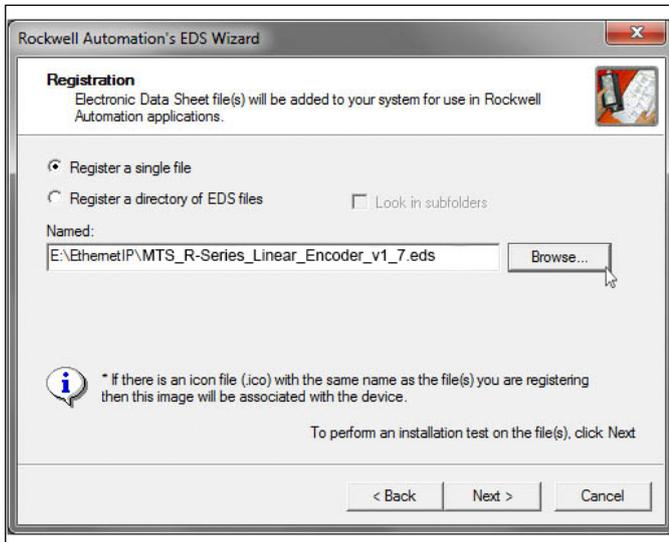

Abb. 90: Pfad der EDS-Datei eingeben
5. Klicken Sie im folgenden Fenster die Schaltfläche „Browse...“ und navigieren Sie zu dem Ort, an dem die entpackte EDS-Datei liegt. Klicken Sie anschließend die Schaltfläche „Next >“, um die Installation der EDS-Datei durchzuführen (Abb. 90).